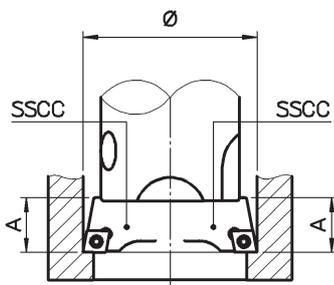

fig.1
- (fig. 1) two SSCC bit holders on the same plane and with the two cutting edges set at identical radial distance for high feed rate roughing operations.
- (Abb. 1) zwei Plattenhalter SSCC of gleicher Höhe mit der Schneidkante der Wendeplatten auf gleichem Durchmesser einstellen. Für Schrupparbeiten mit großem Vorschub.